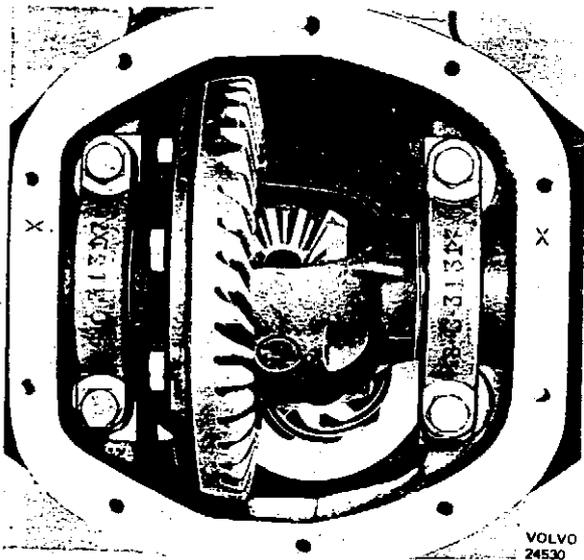

Abb. 34. Kennzeichnung, Lagerschlösser und Gehäuse
5. Gegenüberliegende Kennzeichnung an Lagerschlössern und Gehäuse kontrollieren (siehe Abb. 34). Bei fehlender oder undeutlicher Kennzeichnung, eine Seite ankörnen. Lagerschlösser öffnen und Deckel entfernen.